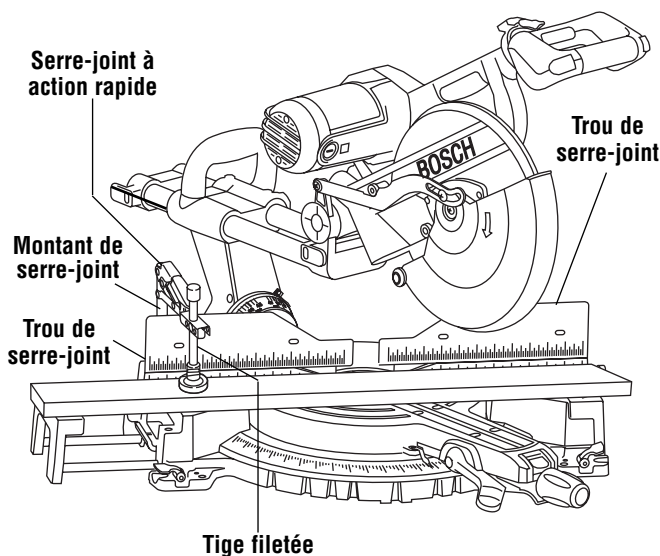

Figure 19. Serre-joint à action rapide
**Serre-joint à action rapide** – Ce serre-joint permet de fixer facilement une pièce sur l'un ou l'autre des deux (2) trous de serre-joint situés derrière le guide (Figure 19).